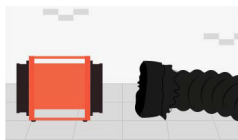

Figura 4
4. Encaixe o duto no insuflador (*figura 4*). **Nota:** Verifique se o duto é de uso em áreas classificadas ou não.